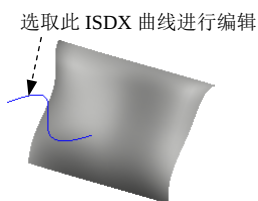

图 10.3.45 单击 ISDX 曲线
- Step1. 在 ISDX 环境中，单击 **样式** 功能选项卡 **曲线** 区域中的“曲线编辑”按钮 ，然后选取图 10.3.45 中的 ISDX 曲线。